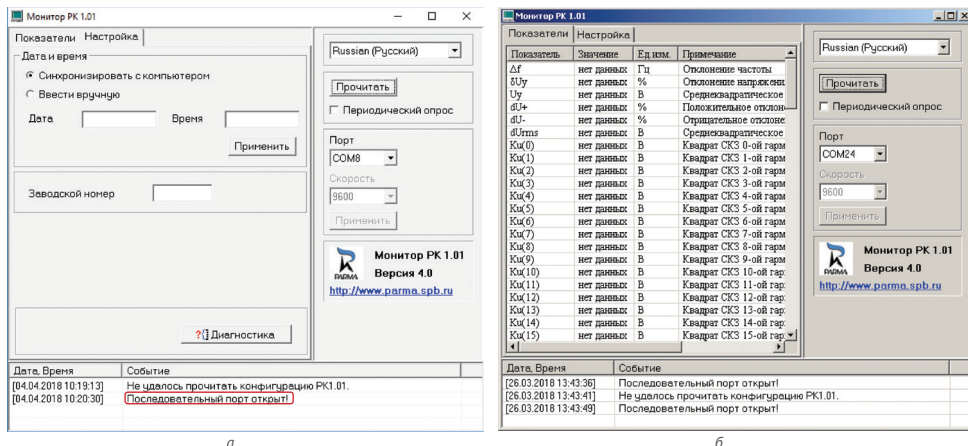

Рисунок 23
6.5.7 Если команда прошла успешно, то в поле «Настройки» должна отобразиться дата, текущее время и заводской номер регистратора, рисунок 23а, а в поле «Показатели», перечень измеряемых параметров, рисунок 23б.